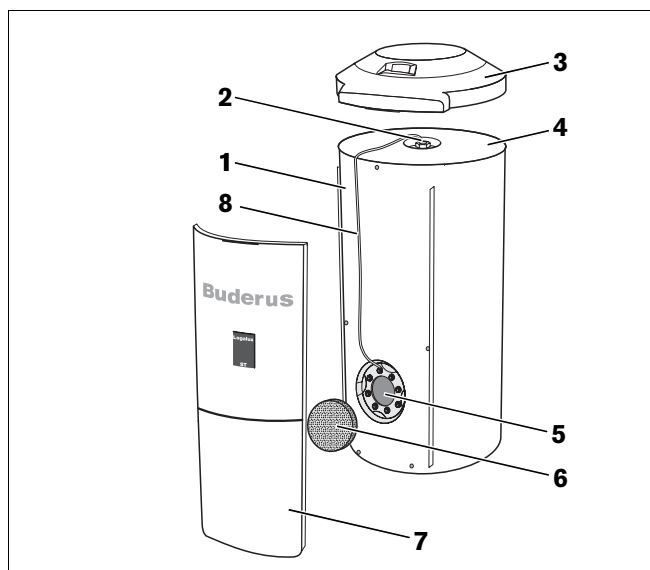

Fig. 1 Préparateurs d'eau chaude sanitaire Logalux ST160/4 – 300/4
- Réservoir de préparateur (fig. 1, **pos. 1**) avec protection contre la corrosion.
La protection contre la corrosion comprend la thermovitrification DUOCLEAN MKT de Buderus ainsi qu'une protection cathodique supplémentaire grâce à l'anode au magnésium 2) (fig. 1, **pos. 2**).
Les éléments amovibles de l'habillage sont le couvercle (fig. 1, **pos. 3**) et le canal d'habillage en deux parties (fig. 1, **pos. 7**) qui recouvre le couvercle de la trappe de visite.
- Isolation thermique (fig. 1, **pos. 4**)
L'isolation thermique en mousse rigide polyuréthane sans CFC est injectée directement sur le réservoir du préparateur. Un élément d'isolation thermique (fig. 1, **pos. 6**) en mousse synthétique minimise les pertes de chaleur par le couvercle de la trappe de visite.
- Trappe de visite (fig. 1, **pos. 5**) servant d'orifice d'entretien et de nettoyage.